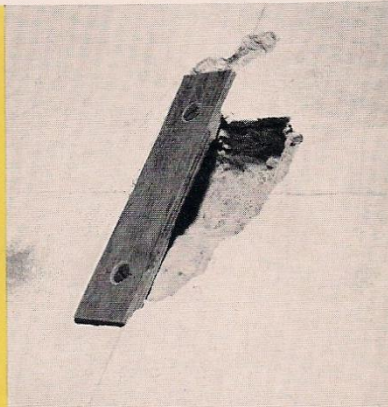

Abb. 28
2. Da ULTRAPAS-Platten wasserfest sind, kann man obige Methode dahin abwandeln, daß man auf roh verputzten Wänden in den Putz geschlagene Löcher durch teilweise Abdeckung mit einem Hartholzstreifen (vgl. Bild 28) zu einer Ose